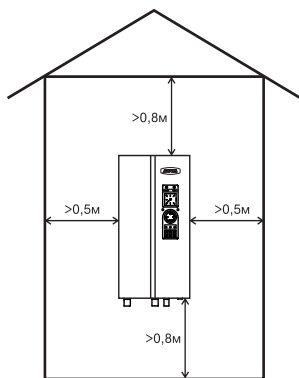

Рис.5 Схема установки котла
6.2. При монтаже котла необходимо выдерживать минимальные расстояния до стен, пола и потолка, указанных на Рис.5. Расстояние необходимо соблюдать для удобства эксплуатации и сервисного обслуживания.